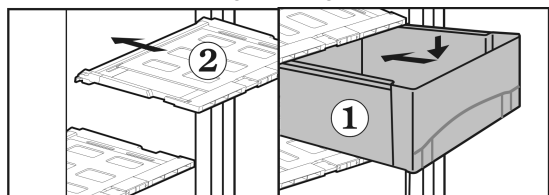

Fig. 17
- ▶ Sæt skuffelåget Fig. 17 (2) på: Indfør skuffelågets holdekanter i holderne nedefra, lad dem gå i hak i holderne.
- ▶ Sætskufferne Fig. 17 (1) på skinnerne og skub dem helt ind, så man kan høre, at de går i hak.